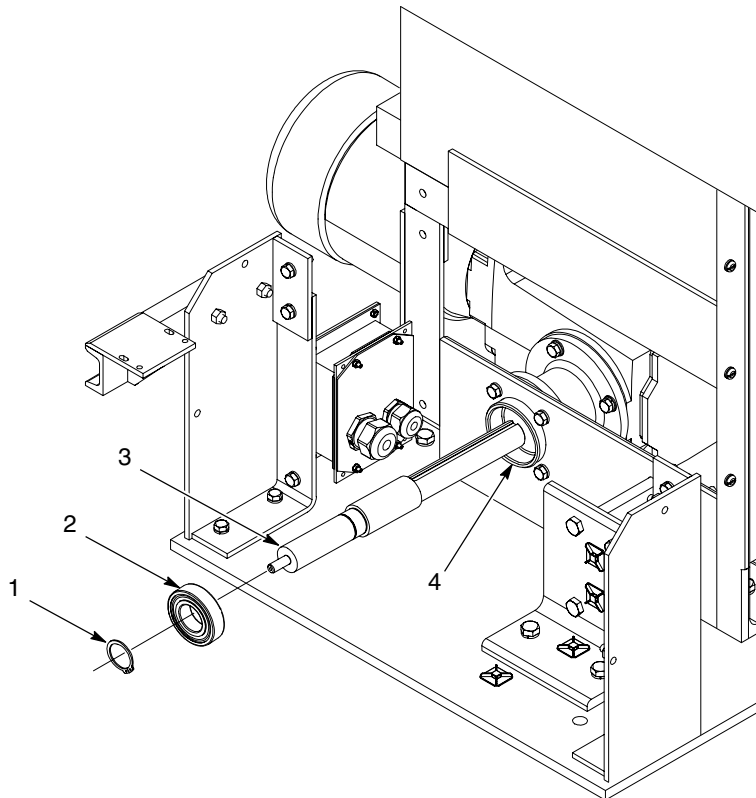

Fig. 20 Remplacement du palier ou de l'arbre du motoréducteur
3. Voir la figure 20. Retirer le circlip de retenue (1) de l'arbre du moteur d'entraînement (3). Retirer l'arbre du moteur d'entraînement de l'adaptateur (4).
4. Examiner si l'arbre du moteur d'entraînement (3) est usé ou endommagé et le remplacer si nécessaire.
5. Retirer le palier (2) de l'adaptateur (4).